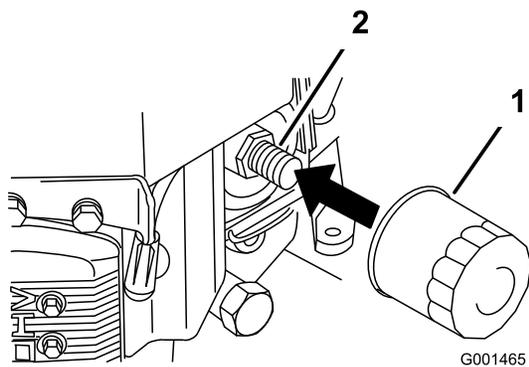

Figura 33
- Retire el filtro de aceite usado (Figura 33).
3. Aplique una capa fina de aceite nuevo a la junta de goma del filtro nuevo (Figura 33).
4. Instale el filtro de repuesto en el adaptador de filtro; gire el filtro en el sentido de las agujas del reloj hasta que la junta de goma entre en contacto con el adaptador del filtro, luego apriete el filtro tres cuartos de vuelta más (Figura 33).